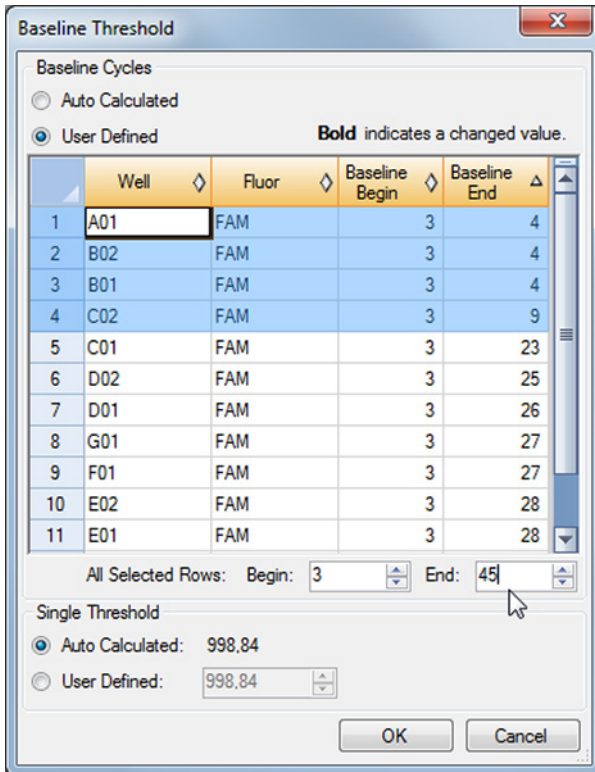

Abb. 5: Dialogfenster Baseline Threshold (Baseline-Schwellenwert)
3. Klicken Sie in der Menüleiste des Fensters Data Analysis (Datenanalyse) auf **Settings** → **Baseline Threshold...** (Einstellungen → Baseline-Schwellenwert...), um das Dialogfenster Baseline Threshold (Baseline-Schwellenwert) zu öffnen (siehe Abbildung 5).
5. Wählen Sie alle Zeilen mit einem **Baseline End** (Baseline-Ende)-Wert zwischen 1 und 9 aus (siehe Abbildung 5).
6. Setzen Sie den Wert im Feld **End:** (Ende:) für die ausgewählten Zeilen auf 45 (siehe Abbildung 5).
9. Wiederholen Sie die Schritte 3–7 für den Detektionskanal VIC™ (IC).